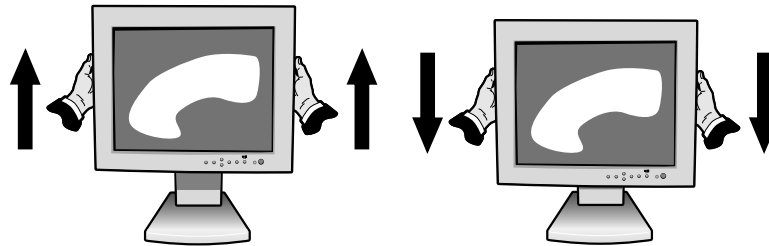

Figure RL.1
Il est possible de lever ou de baisser le moniteur en mode Portrait ou Paysage. Pour lever ou baisser l'écran, placez les mains de chaque côté du moniteur et soulevez ou abaissez à la taille désirée (**Figure RL.1**).
Avant de le tourner l'écran, celui-ci doit être soulevé à sa hauteur maximale afin d'éviter qu'il ne heurte la table ou que vous ne vous coinciez les doigts. Pour lever l'écran, placez les mains de chaque côté du moniteur et soulevez jusqu'à la position la plus élevée (**Figure RL.1**).
2. Placez les mains de chaque côté de moniteur et soulevez jusqu'à la position la plus élevée (Figure RL.1).